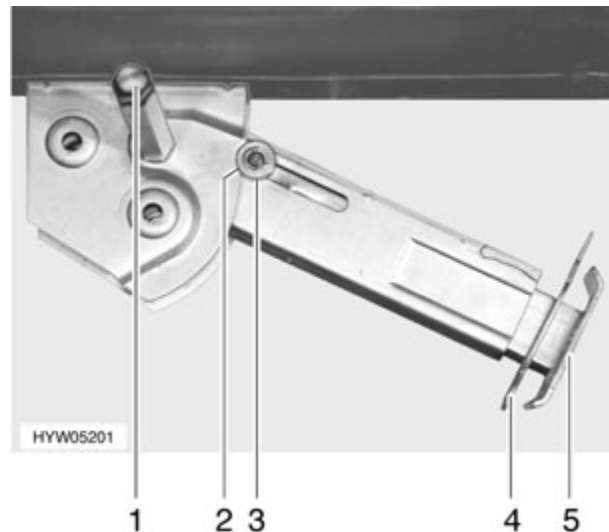

Fig. 20 Apoyo de elevación
- Colocar la llave de vaso en el hexágono (Fig. 20,1) y girarla hasta que el apoyo de elevación quede verticalmente hacia abajo.
- Extraer la clavija hendida (Fig. 20,4) de la prolongación del pie de apoyo (Fig. 20,5).
- Colocar la llave de vaso en el hexágono (Fig. 20,1) y girarla hasta que el apoyo de elevación esté de nuevo libre del suelo.
- Introducir totalmente la prolongación del pie de apoyo (Fig. 20,5) e introducir la clavija hendida (Fig. 20,4) en el orificio previsto para ello que hay en la prolongación del pie de apoyo.
- Girar con la llave de vaso en el hexágono (Fig. 20,1) hasta que el apoyo de elevación bascule hacia arriba y la arandela de guía (Fig. 20,3) esté totalmente introducida en la entalladura (Fig. 20,2).
- ▷ Prestar atención a que todos los apoyos de elevación estén totalmente plegados, todas las prolongaciones del pie de apoyo completamente introducidas y aseguradas con la clavija hendida (Fig. 20,4) y que la arandela de guía (Fig. 20,3) de todos los apoyos de elevación esté totalmente introducida en la entalladura (Fig. 20,2).